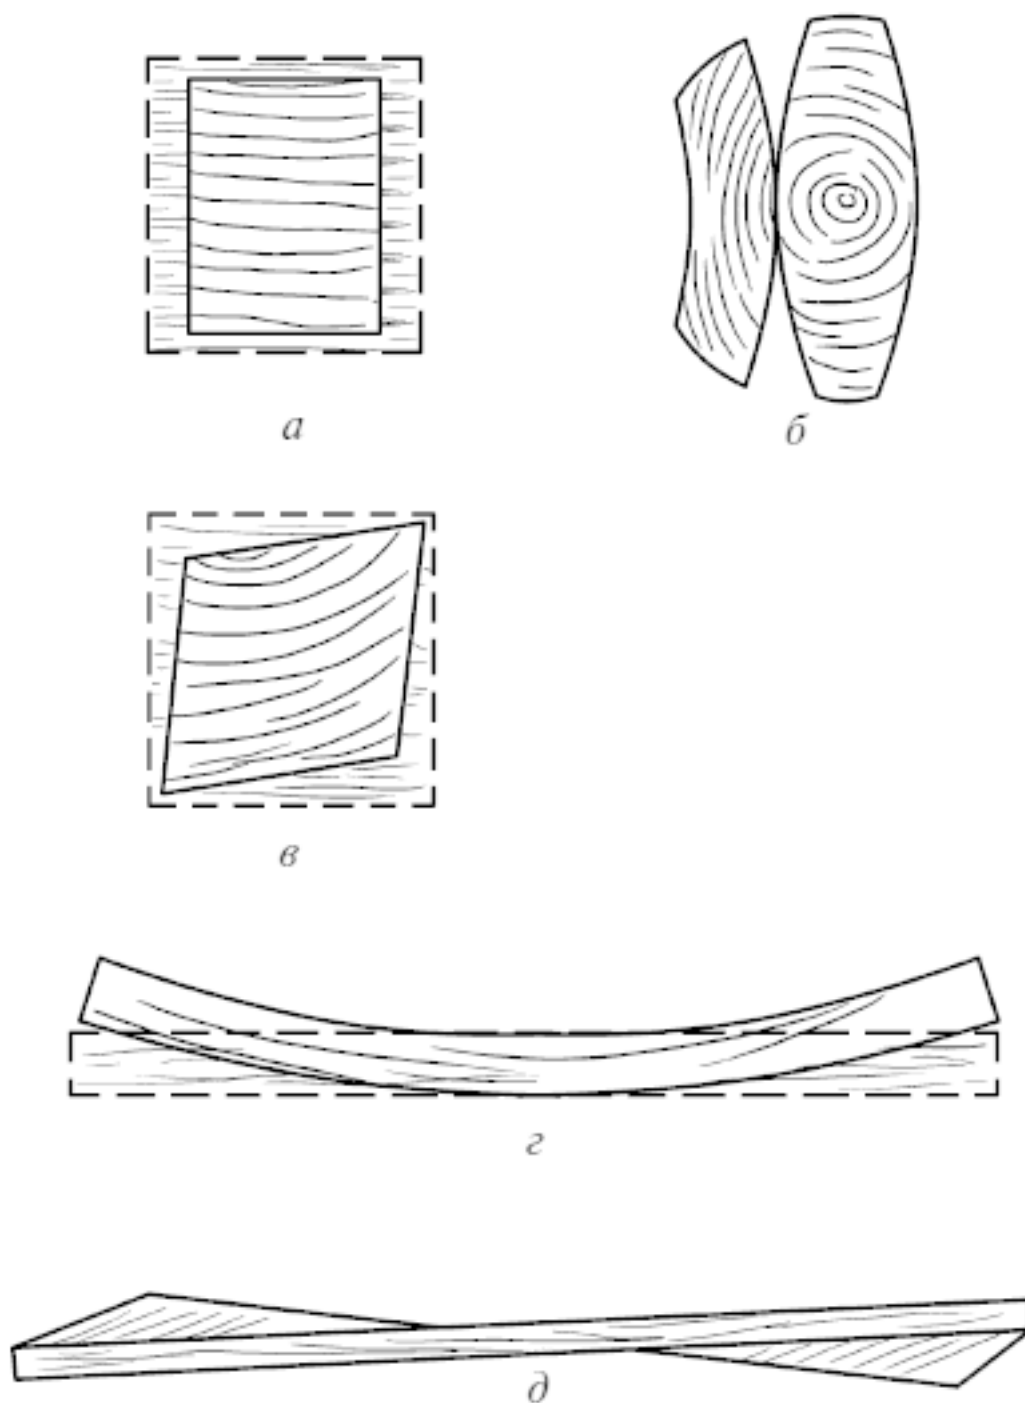

Рис. 7. Разновидности коробления: а, б – поперечное коробление брусков; в – поперечное коробление досок; г – продольное коробление; д – крыловатость
3) коробление (рис. 7). Это изменение поперечного сечения доски, которое бывает: